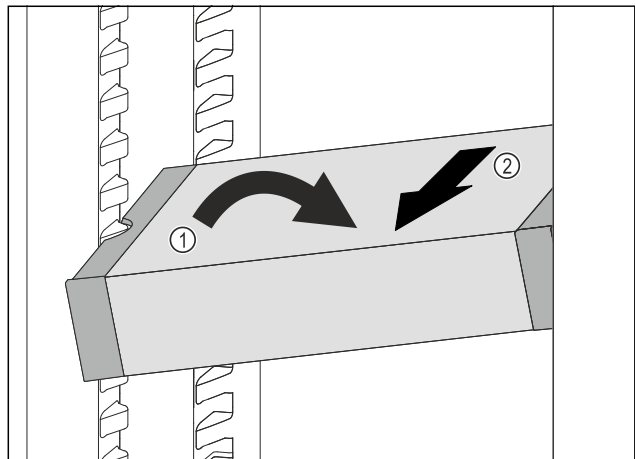

Fig. 85
- ▶ Наклонете VarioSafe в хладилната част. Fig. 85 (1)
- ▶ Извадете VarioSafe напред. Fig. 85 (2)